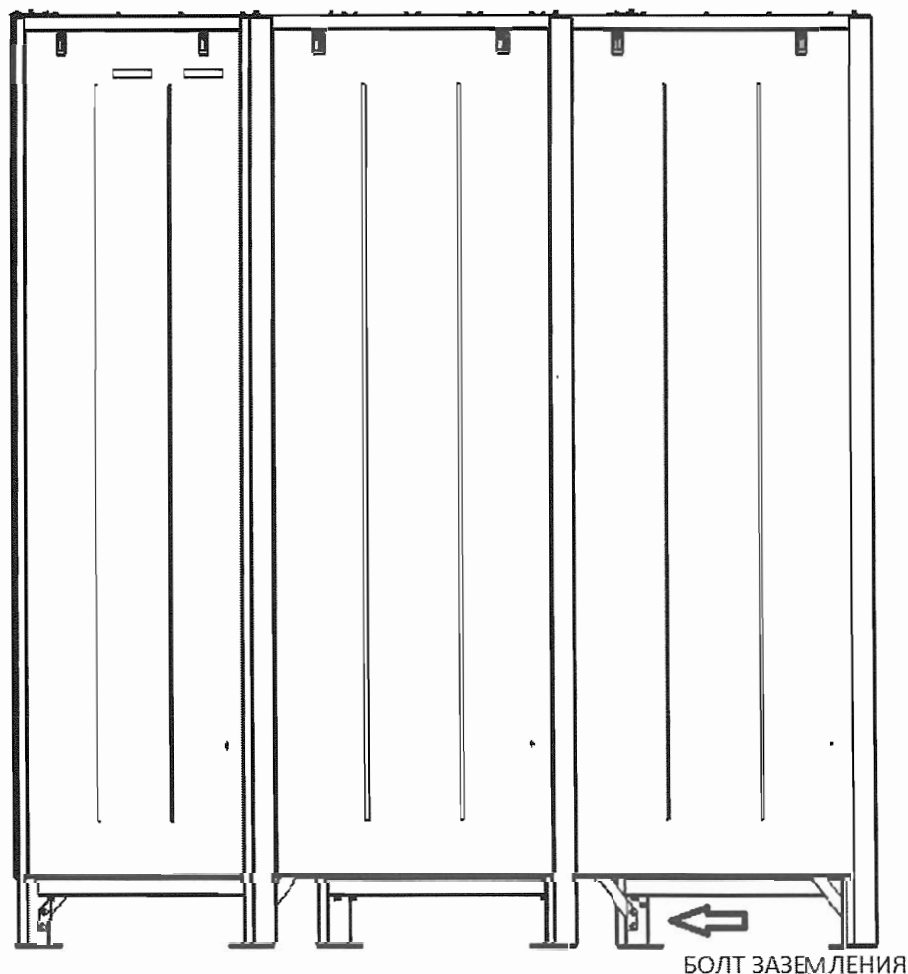

Рис. 3 – Месторасположение болта заземления. Вид сзади.
2.5.1 Необходимо заземлить шкаф, используя болт заземления, находящийся на каркасе шкафа (см рисунок 3).